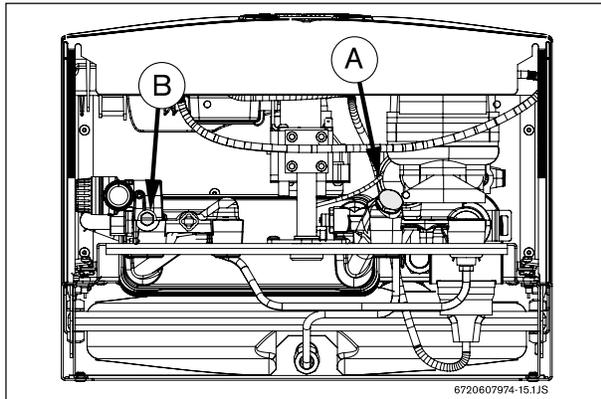

Рис. 33
- ▶ Снять крышку (рис. 33, поз. А).
- ▶ Отвинтить продувочный винт (Рис. 33, поз. В).